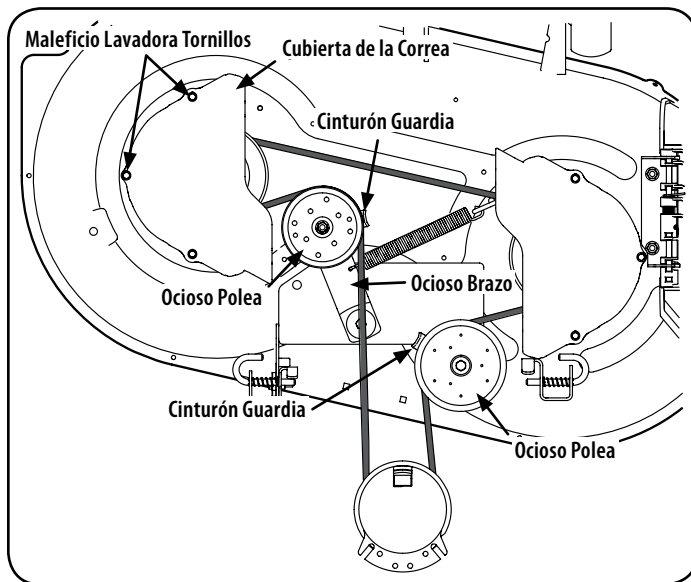

Figura 21
- c. Instalar la nueva correa alrededor de las poleas del eje como se muestra y vuelva a instalar la cinta cubre. Ver Figura 21.